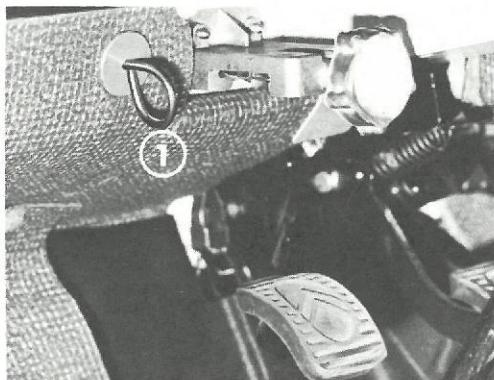

Fig. 3 — Åbning af hjelm
**Hjelm (fig. 3 og 4)**
- Åbning: Træk i udløsergrebet i venstre side af vognen under instrumentbordet (1). Hjelmen løftes da let. Herefter kan en hånd føres ind under hjelmen og trække i sikkerhedsgrebet, placeret lige til venstre for midten. Hjelmen åbnes nu helt og fastholdes automatisk.